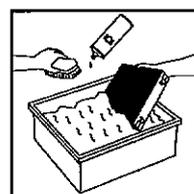

Fig. 31
- Mettez le filtre et le tamis du préfiltre permanent dans l'évier. Lavez-les à l'eau et au détergent liquide pour vaisselle (fig. 31).